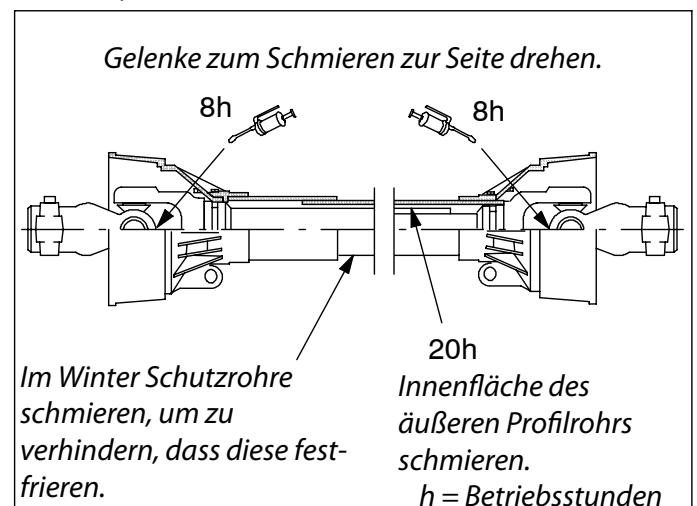

Bild 9. Schmierstellen und -intervalle der Zapfwelle
- Zapfwelle regelmäßig vor jedem Betrieb schmieren, siehe Bild 9.